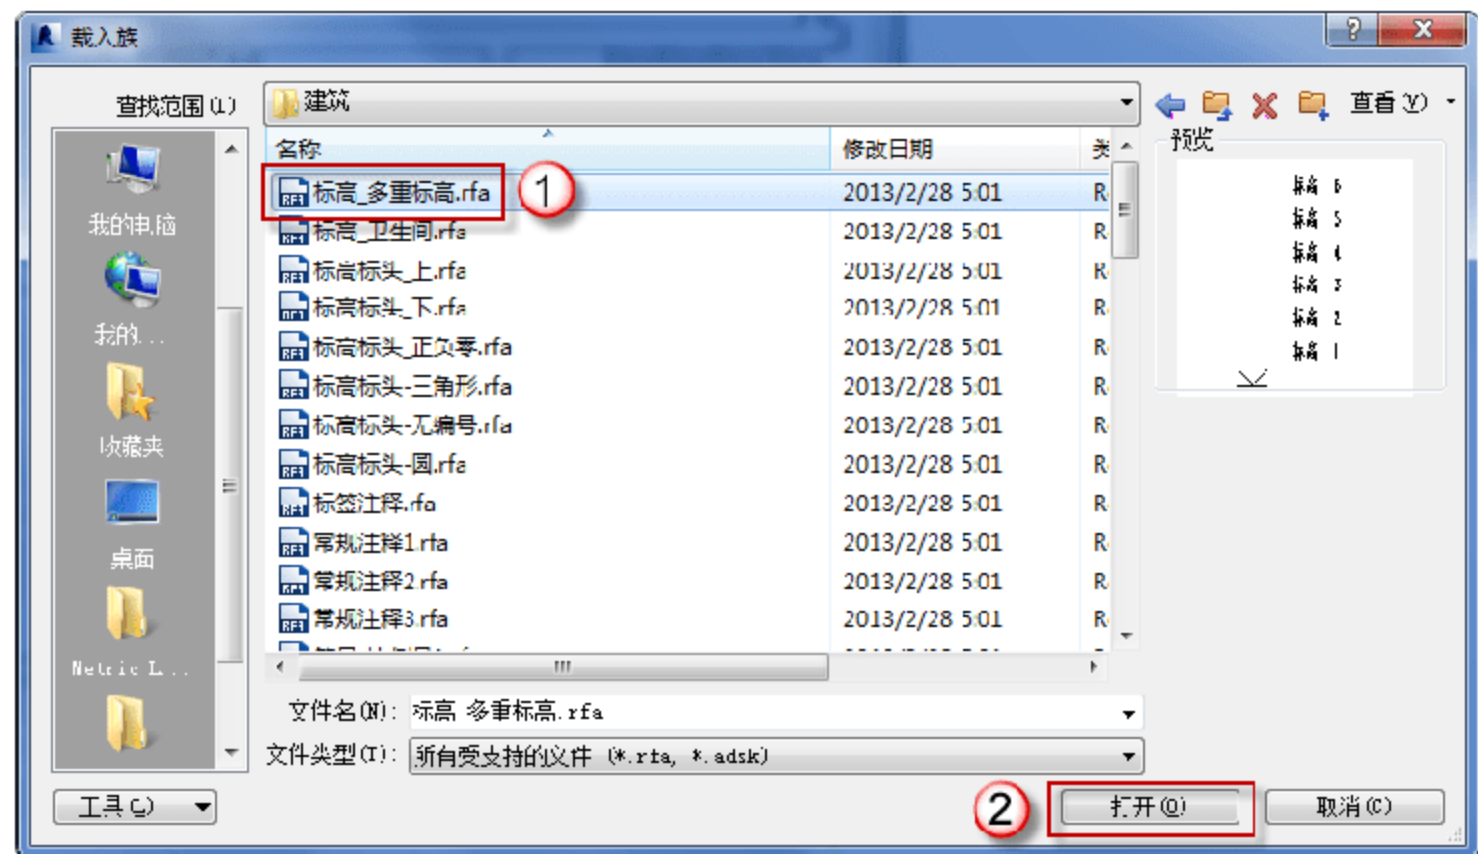

图 13.1.31 载入多重标高
(5) 载入多重标高族。载入平面标高族，选择“插入”→“载入族”命令，在弹出的“载入族”对话框中选择系统族的“标高\_多重标高”RFA 族文件，如图 13.1.31 所示。